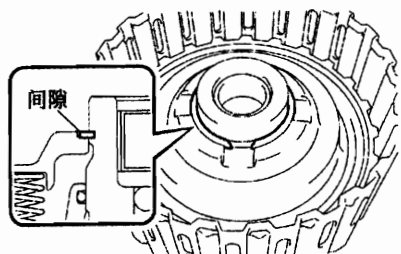

图 12-1-154
④卡环的端隙见图 12-1-154。
(13) 安装前进挡多盘离合器盘。